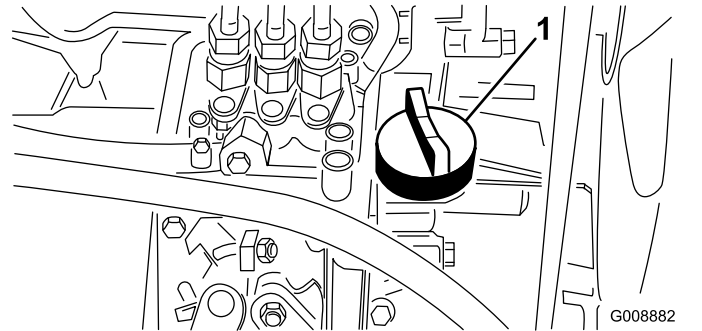

Bild 28
4. Entfernen Sie bei niedrigem Ölstand den Ölfülldeckel (Bild 28), gießen langsam kleinere Ölmengen ein und prüfen den Stand regelmäßig, bis die Voll-Markierung am Peilstab erreicht wird.